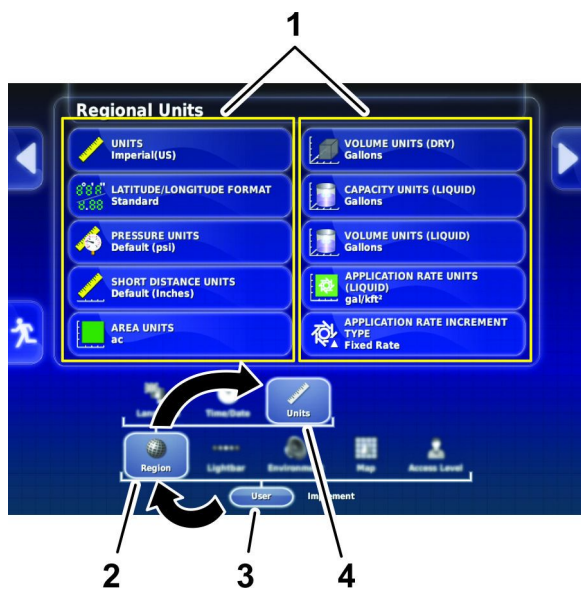

Figure 19
2. Appuyez sur l'icône utilisateur (Figure 19).
3. Appuyez sur l'icône de zone de travail (Figure 19).
4. Appuyez sur l'icône des unités (Figure 19).